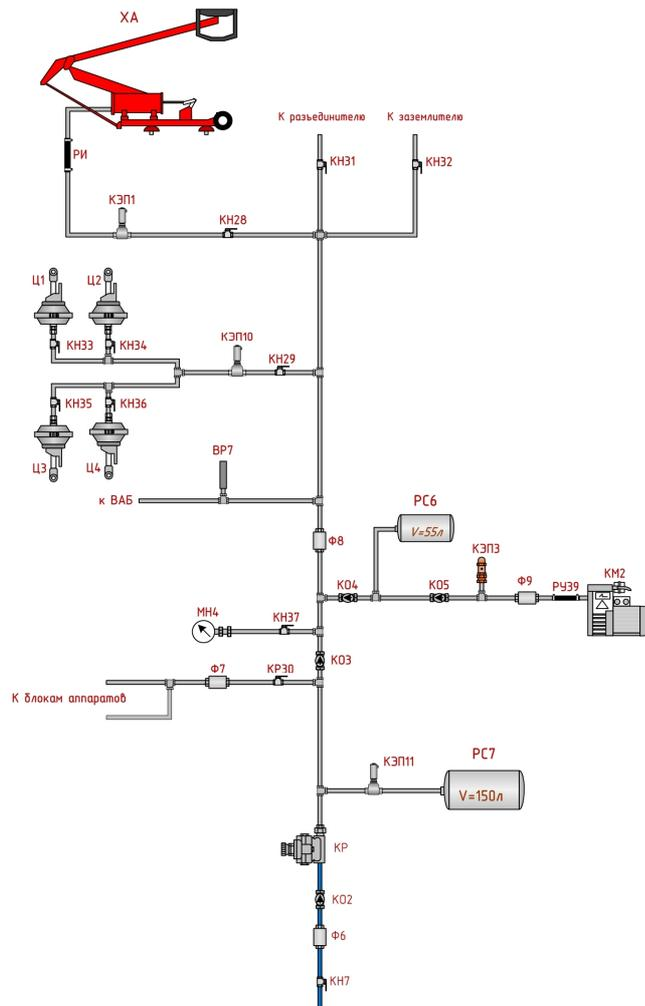

Рисунок 1.47 – Пневматические цепи управления на электровозах до № 469
- провод 569, катушка электропневматического клапана КЭП11, общий минусовой провод 600 – КЭП11 откроется и обеспечит проход сжатого воздуха из резервного резервуара РС7 (объемом 150 л) в пневматическую магистраль цепей управления электровозом (рисунок 1.47), а в дальнейшем, после включения компрессорного агрегата, обеспечит зарядку резервуара из питательной магистрали;
Контроль величины давления сжатого воздуха в трубопроводах пневматических цепей управления осуществляет датчик-преобразователь давления (ДД-И) ВР7 (рисунок 1.47), который передает эту информацию в МПСУиД. О величине давления в пневматических цепях управления электровозом, машинист может убедиться по экрану монитора в кабине управления, либо по манометру в машинном отделении.
На схеме пневматической магистрали цепей управления (рисунок 1.47) вспомогательный компрессор имеет обозначение КМ2. После включения, вспомогательный компрессор закачивает воздух в цепи управления и резервуар РС6 (объемом 55 л). Для предотвращения создания повышенного давления в магистрали вспомогательного компрессора, установлен предохранительный клапан КЭП3, отрегулированный на срабатывание при давлении 0,75 МПа (7,5 кгс/см2).